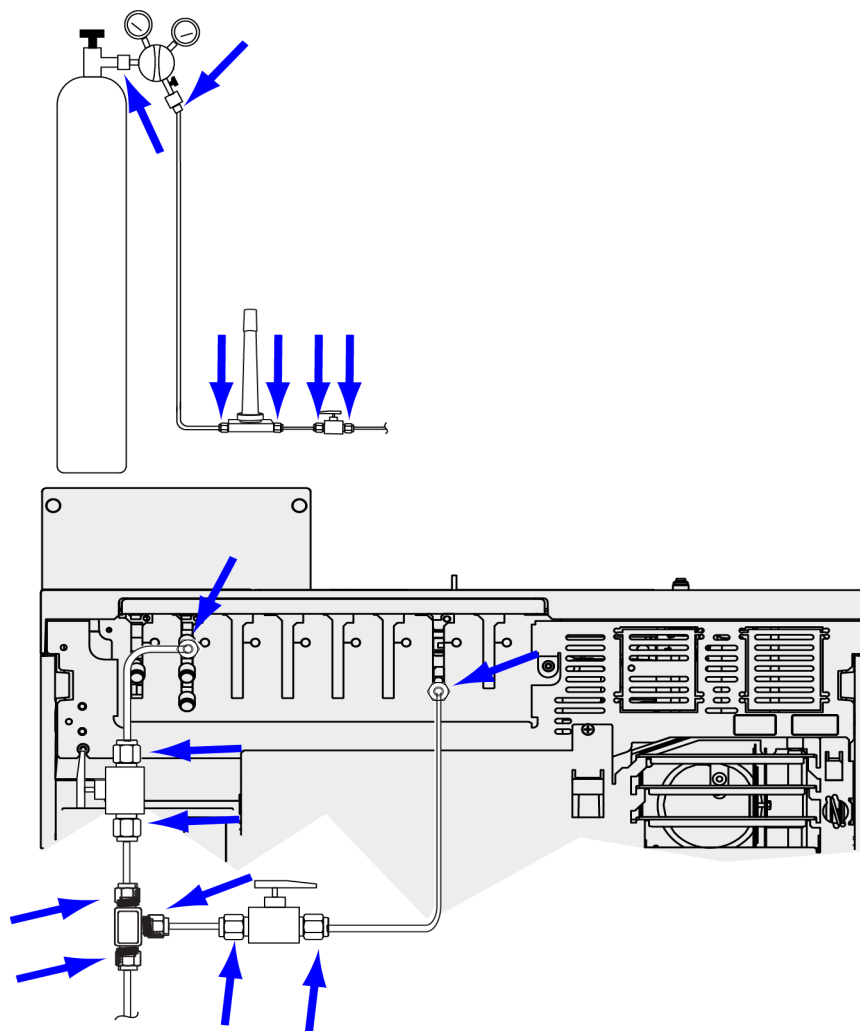

Figura 12. Locais para verificação de vazamentos
4. Aguarde 10 minutos. Se houver uma queda de pressão maior que 7 kPa (1 psi), há um vazamento nas conexões externas. Use o detector de vazamento para verificar cada conexão. Consulte **Figura 12**.